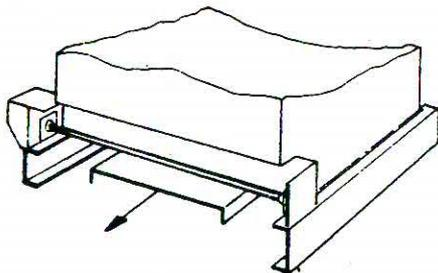

Abb. 8
- das Transportblech muß entfernt werden (Abb. 8).